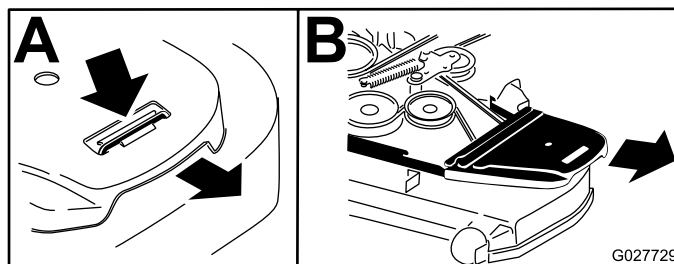

Рисунок 60
7. Снимите кожухи ремней и болты, присоединенные к ним (Рисунок 60).